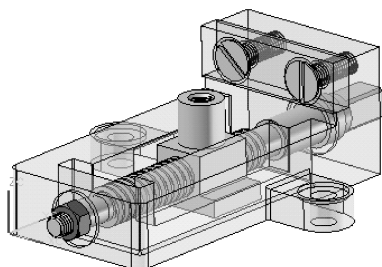

图 7-101 装配方块螺母
- 23 以【同心】约束类型来选择方块螺母螺孔中心和螺杆中心作为同心约束对象。最后单击【装配约束】对话框中【确定】按钮，方块螺母即被装配到螺杆上，如图 7-101 所示。